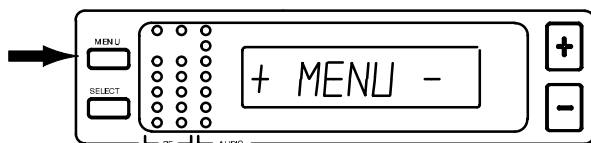

FIGURA 16
1. Oprima el botón de MENU. La indicación "+ MENU -" aparece en la pantalla, como se muestra en la Figura 16.